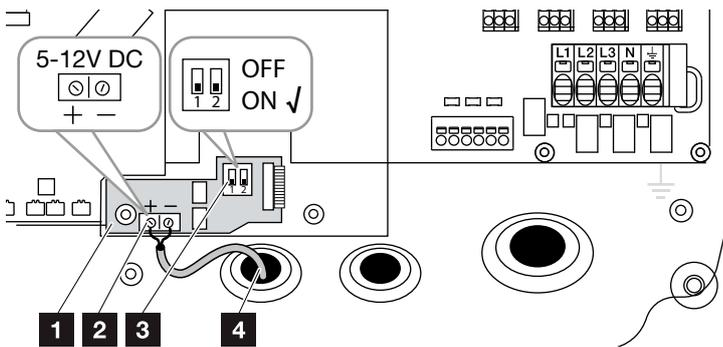

Fig. 26 : Carte KOSTAL Smart AC Switch
- 1.** Introduire le fil pilote dans l'onduleur et le brancher sur la borne de raccordement **Fig. 26, pos. 2** de la carte de circuits imprimés.
- 3.** Mettre le commutateur DIP sur ON **Fig. 26, pos. 3**